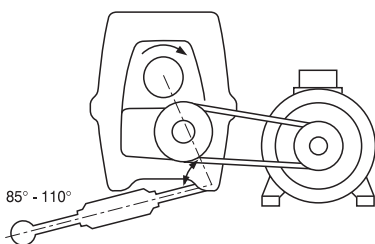

Fig. 4
- The torque arm can be attached to the gear unit at two different points and should always be loaded in tension (see fig. 4 and 5).
- Le bras de réaction peut se fixer en 2 endroits du réducteur : il doit travailler à la traction (voir fig. 4 et 5).